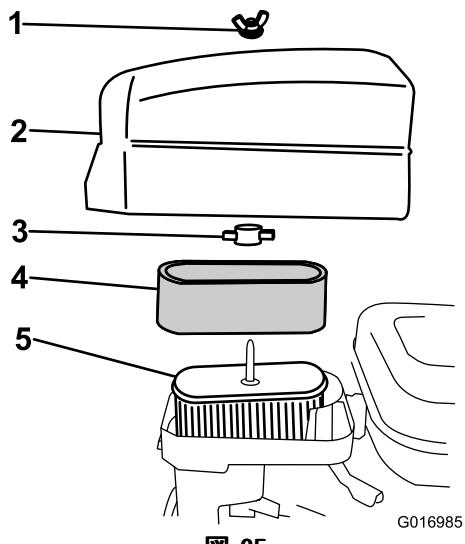

図 25
4. スポンジエレメントを点検し、汚れていればペーパーエレメント(図 25)から外して以下の方法で十分に洗浄する：